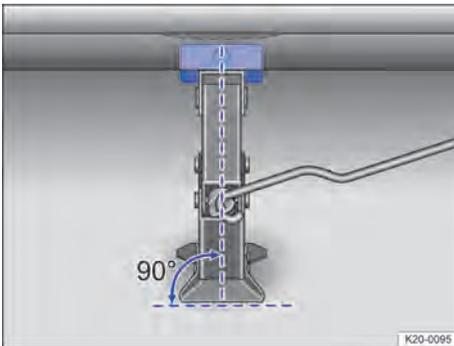
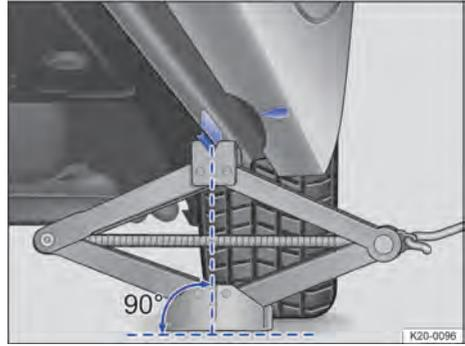

Fig. 198 Macaco posicionado no lado esquerdo traseiro do veículo.
Fig. 199 Macaco posicionado no lado esquerdo traseiro do veículo.
11. Garantir que a base do macaco, com toda sua superfície, esteja sobre o chão e que a base se encontre perpendicularmente abaixo do ponto de apoio → Fig. 198 e → Fig. 199.
12. Alinhar o macaco e, simultaneamente, levantar a garra do macaco até ela se encaixar na travessa debaixo do veículo → Fig. 199.
- Posicionar o macaco somente nos pontos indicados. A garra do macaco deve se encaixar no perfil da longarina de forma segura → Fig. 199.